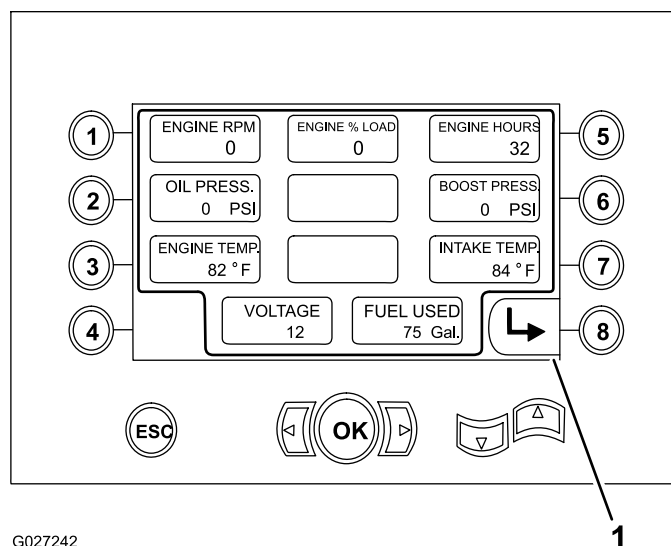

Figura 35
- Giro do motor em RPM (Figura 35)
- Percentual de carga do motor (Figura 35)
- Horas do motor (Figura 35)
- Pressão do óleo e pressão intensificada (Figura 35)
- Temperatura do líquido de arrefecimento do motor e de admissão (Figura 35)
- Tensão (Figura 35)
- Quantidade de combustível utilizado (Figura 35)